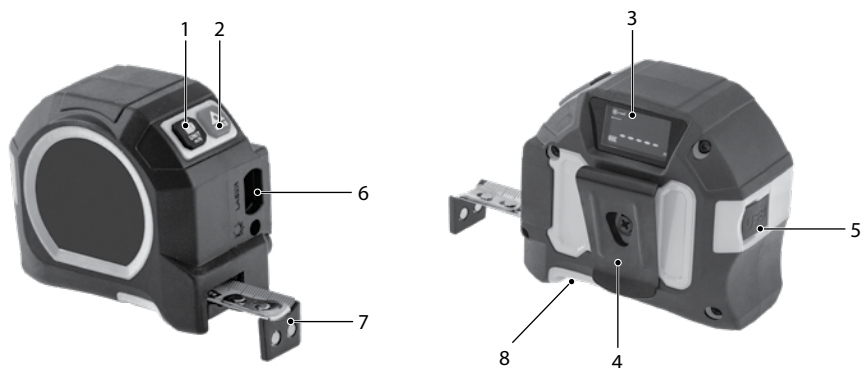

Рис. 1
1. Жажмите и удерживайте кнопку измерения 2 в течение 3 секунд до звукового сигнала (рис. 1). После включения прибор по умолчанию находится в режиме измерения длины.
2. Для выбора исходной плоскости измерений нажмите одновременно кнопки 1 и 2 (рис. 1). По умолчанию исходной плоскостью измерений является задняя кромка инструмента (длина инструмента включена в результат измерения).
3. Наведите лазерный луч на объект, расстояние до которого измеряется, и нажмите кнопку 2 для фиксации результата и вывода его на дисплей (рис. 1). При фиксации результата раздастся звуковой сигнал.
4. Для изменения единиц измерения на включенном устройстве нажмите кнопку 1 в течение 1-2 секунд и дождитесь звукового сигнала (рис. 1).
1. Нажмите и удерживайте кнопку измерения 2 в течение 3 секунд до звукового сигнала (рис. 1). После включения прибор по умолчанию находится в режиме измерения длины.
2. Нажмите на кнопку 1 для перехода в режим вычисления площади. Загорится значок измерения площади с одной выделенной стороной (рис. 1, 7).
3. Нажмите кнопку 2 для измерения длины, а затем еще раз для измерения ширины. Результат измерения площади отобразится в итоговой нижней строке, отдельно измеренные значения отображаются в верхней строке (рис. 1, 8).
2. Нажмите 2 раза на кнопку 1 для перехода в режим вычисления объема. Загорится значок измерения объема с одной выделенной стороной (рис. 1, 9).
3. Нажмите кнопку 2 для измерения длины, затем еще раз – для измерения ширины и третий раз – для измерения высоты. Результат измерения объема отобразится в итоговой нижней строке, отдельно измеренные значения отображаются в верхней строке (рис. 1, 10).